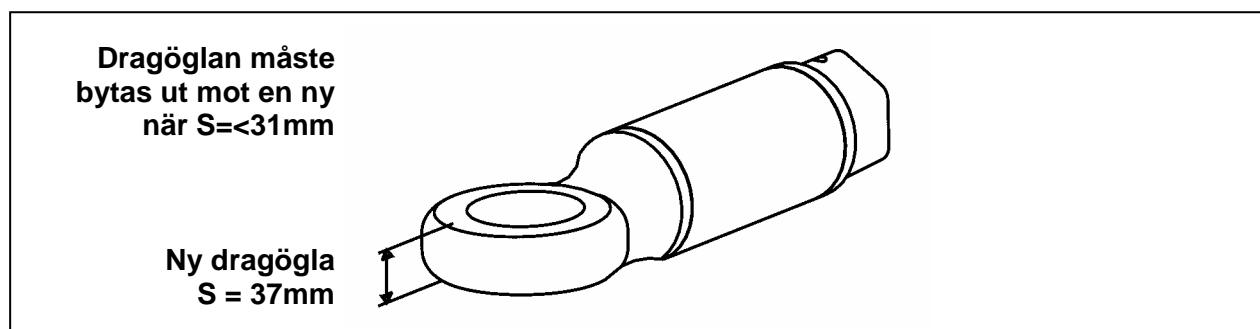
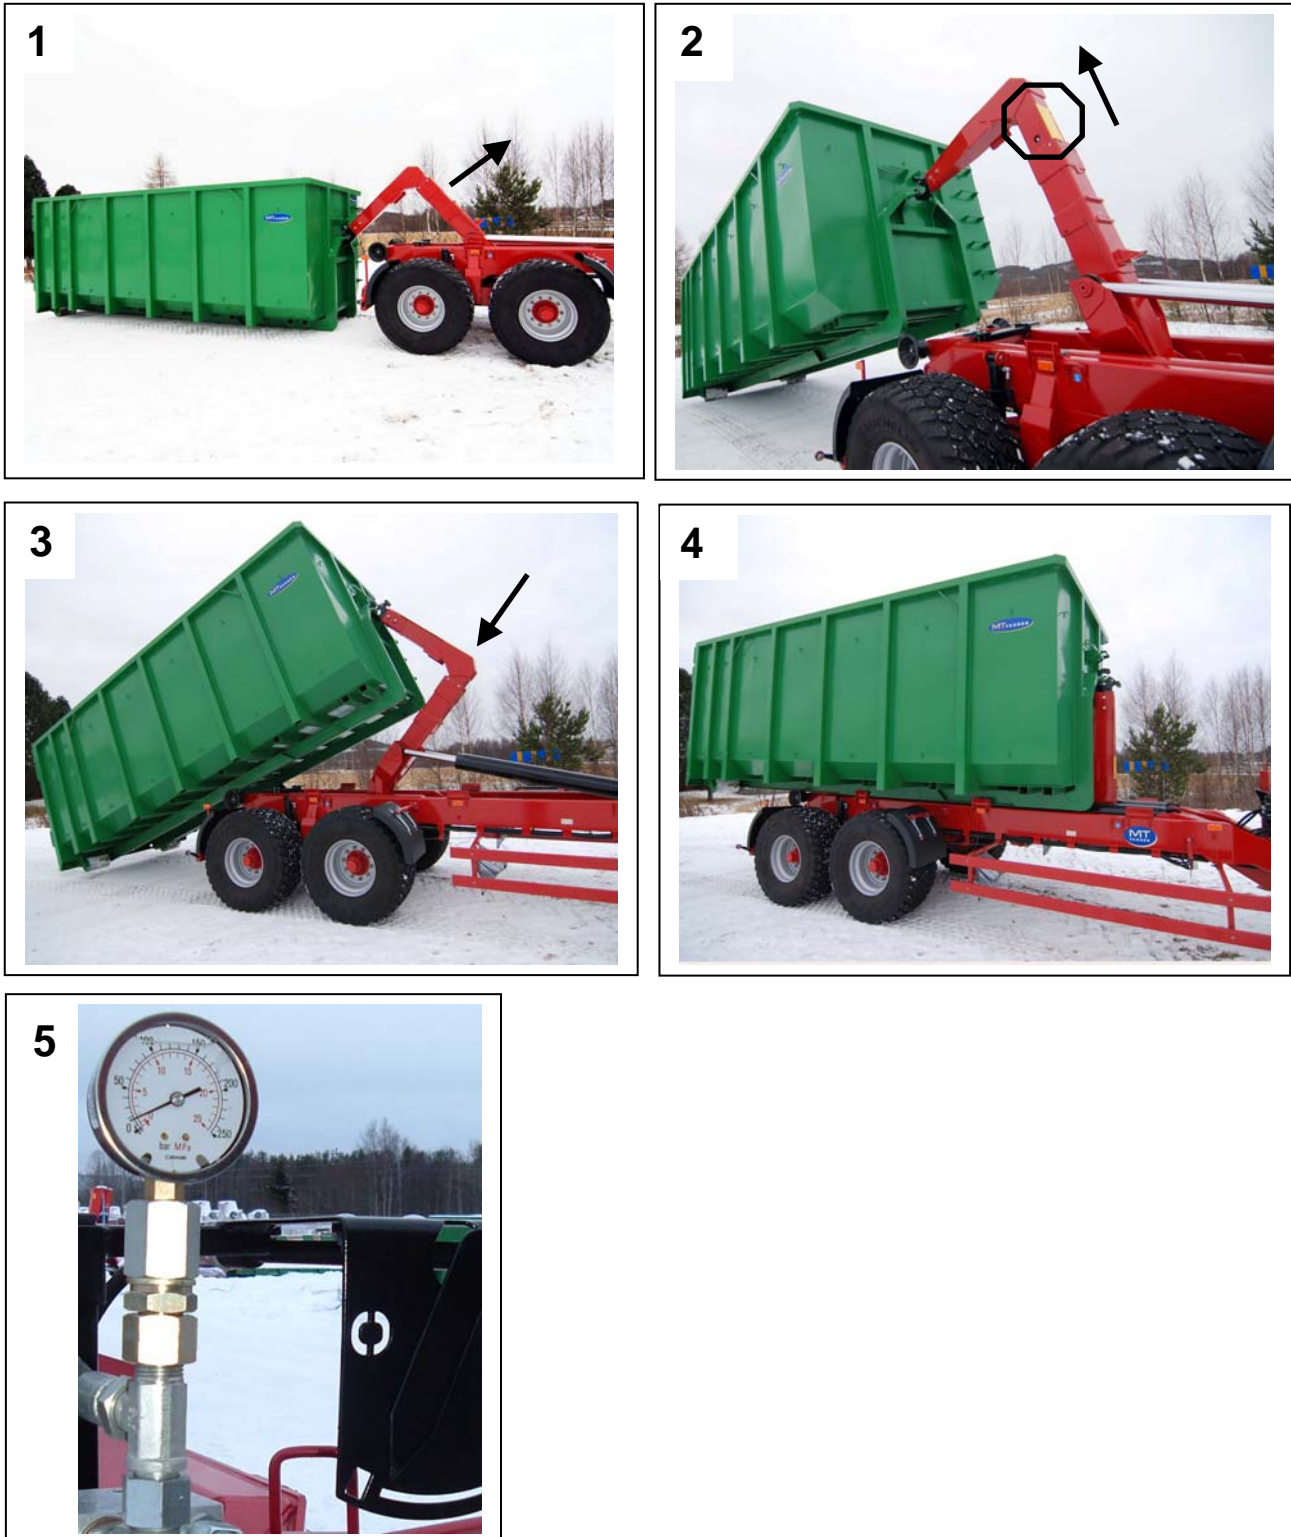

Fig. 4 - Slitagegräns för dragögla
Fig.6 – Att dra upp ett flak på lastväxlaren
3. Backa vagnen rakt mot flaket, kroka fast flaket och lyft upp en liten bit (se fig.6, bild.1).
4. Sänk ned cylindrarna för boggistabilisering tills de tar i boggivaggorna samt stabiliseringscylindern sträckt upp stabiliseringskedjan mot traktorn (sker med samma funktion på handenheten) tills manometern visar ca 30bar (fig.6, bild 5). Stabiliseringen är till för att hindra att traktorn lyfts upp när man drar upp tunga flak.
5. Börja dra upp flaket, underlag, lutning och markförhållanden får avgöra om traktorn ska bromsas eller följa med bakåt när flaket dras upp. Prova Er fram för att fastställa lämpligast metod, egen erfarenhet är ofta bäst. Eventuellt måste tornet skjutas ut något vid flakets passage av stödrullarna (kanten på tornets gula fält kan användas som referens), (se fig.6, bild 2). Följ manometerns värde (fig.6, bild 5) under lastningen, om dess värde skulle stiga tyder det på vagnen strävar efter att vilja lyfta traktorns bakdel.
6. Kontrollera under tiden att flaket hamnar rätt på chassit. Sedan flaket stöder mot vagnens stödrullar kan tornet skjutas in för att ge en mindre brant lutning hos flaket (se fig.6, bild 3). Dra upp flaket helt på vagnen.
7. Sänk ned och parkera armen i sitt nedre läge. När flakets framkant vilar mot vagnen skjuts tornet ut till passande läge (se fig.6, bild 4). Placera flaket på vagnen med hänsyn till flaklängd och lastad vikt. Överskrid inte tillåten vikt på draget på traktorn. Glöm inte att höja upp cylindrarna för boggistabilisering och släppa stabiliseringskedjans spänning innan vagnen förflyttas, annars begränsas boggens pendling och traktorns rörelse framför vagnen hindras.
6. Sänk ned och haka loss kroken från bågen (se fig.8, bild 4). Vik upp armen och ställ den i parkeringsläge om inte ett nytt flak omedelbart ska dras upp.